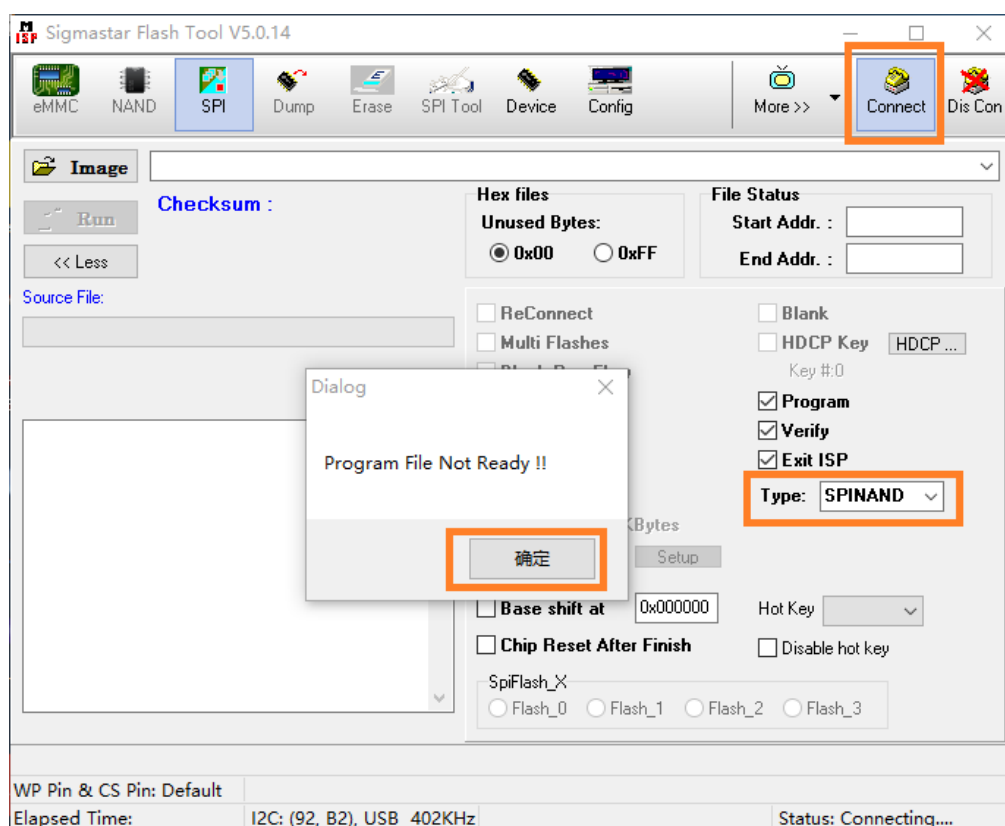

图 15
Step 4: 在 Type 按钮，选择 SPINAND，连接 Connect 按钮，出现如下图 15 界面，并点击确定。